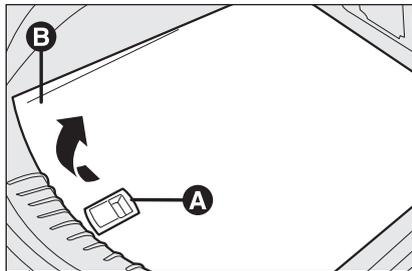

fig. 2
- mediante la maniglia **A-fig. 2**, sollevare il rivestimento rigido **B**;